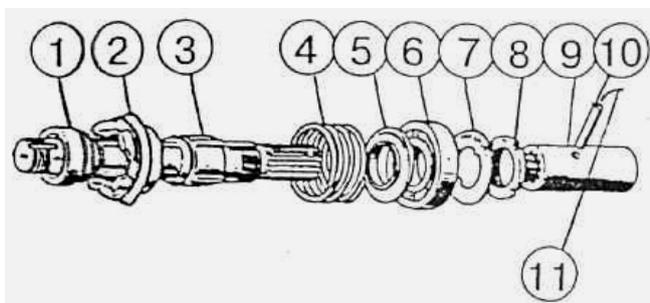

Рисунок 5.56
- 4.6) снимите с вала (3) (рисунок 5.56) втулку (1), полумуфту (2), пружину (4);